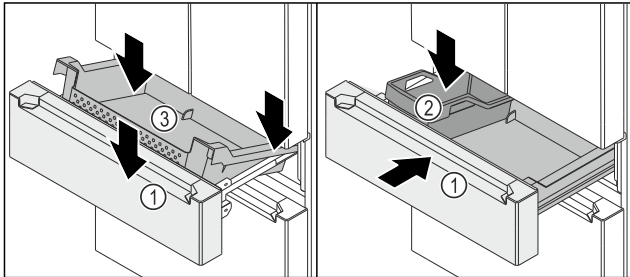

Fig. 152
- Auszugswagen Fig. 152 (1) ist herausgezogen.
- ▶ Behälter Fig. 152 (3) hinten auf den Schienen rechts und links aufsetzen.
- ▶ Behälter Fig. 152 (3) vorne absenken, sodass Behälter Fig. 152 (3) die Schienen rechts und links umschließt.
- ▶ FlexBox Fig. 152 (2) einsetzen.
- ▶ Auszugswagen Fig. 152 (1) einschieben.